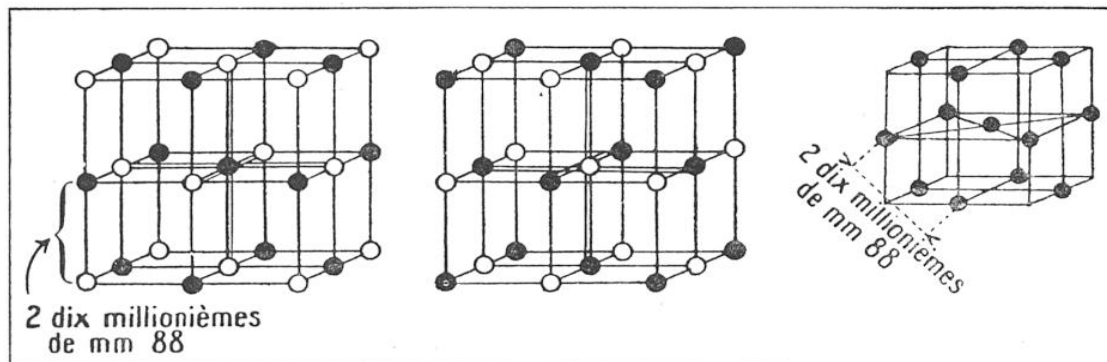

FIG. 18, 19 ET 20. — LES RÉSEAUX CRISTALLINS QUI INTERVIENNENT DANS LES ÉMULSIONS PHOTOGRAPHIQUES
Fig. 18 et 19. - Deux représentations du réseau du bromure d'argent. — Fig. 20. - Représentation à la même échelle du réseau de l'argent métallique.
Les figures 18 et 19 représentent deux « vues » d'un cristal de bromure d'argent : les ronds blancs sont des anions brome, les ronds noirs des cations argent. La figure 18 montre que chaque cation argent (par exemple, le rond noir central) possède six « voisins », qui sont des anions brome : ces voisinages sont désignés par des traits doubles; les six distances sont égales à 2 dix-millionièmes de millimètre 88. La figure 19 montre que chaque anion brome (par exemple, le rond blanc central) possède six « voisins », qui sont des cations argent : ces voisinages sont désignés par des traits doubles; les six distances sont naturellement égales à 2 dix-millionièmes de millimètre 88.
Quant à la figure 20, elle est le grossissement schématisé d'un cristal d'argent. Les ronds noirs sont, à nouveau, des cations argent : le « réseau » de l'argent est notablement contracté (1), si on le compare au réseau précédent (fig. 18 et 19). Chaque cation argent (par
élévation de température ou par des radiations rouges ou infrarouges sur une plaque préalablement voilée. Ce phénomène est très voisin de la « thermoluminescence », suivant laquelle, dans les mêmes conditions, la phosphorescence du sulfure de zinc (par exemple) est à la fois avivée et abrégée. C'est dès 1905 que Paul Villard (1860-1933) montra qu'il y a là une régénération partielle de la substance sensible. Pour Belliot, si le premier effet de la lumière sur les réseaux des figures 18 et 19 consiste à faire passer les ions à l'état d'atomes (par échange mutuel d'un électron) l'inversion thermique sera